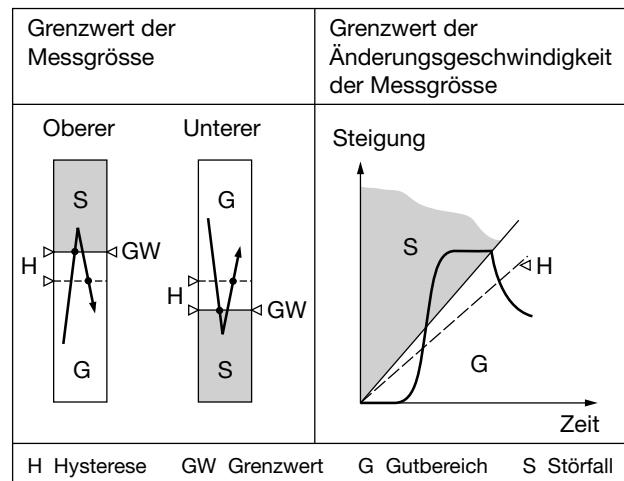

Bild 3
– zur Überwachung der Messgröße als unterer oder oberer Wert zwischen -10 und +110%² (siehe Bild 3, links)
zwischen ± 1 und ± 50%²/s (siehe Bild 3, rechts)